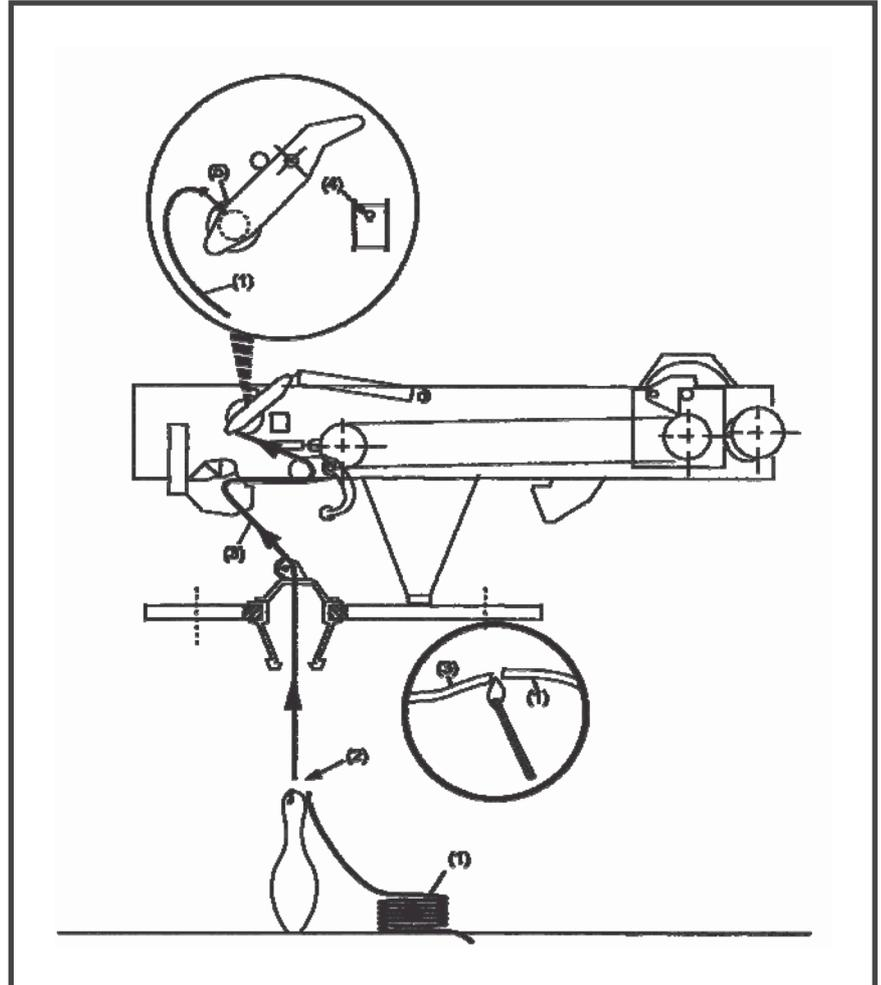

Figure 6-3. Restring Machine
6. Retirez l'ancienne ficelle de la bobine. Faites un nœud à la fin de la nouvelle ficelle. Faites coulisser le nœud au travers du logement pour ficelle prévue à cet effet dans la bobine et fixez-la. Référence Figure 6-3.
8. Enroulez la ficelle en trop sur la bobine en faisant tourner la bobine comme le montre la flèche (3) sur l'illustration 5-1.